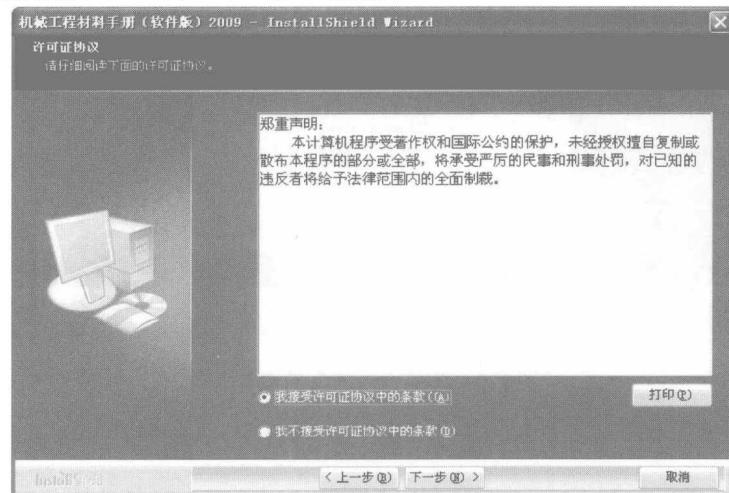

图 1-3 许可证协议界面
- (3) 单击“下一步”按钮，进入关于软件使用的许可证协议界面，如图 1-3 所示。在用户安装协议中，说明了用户的权利和义务，在用户阅读协议内容并表示同意后，选择“我接受许可证协议中的条款”，单击“下一步”按钮。